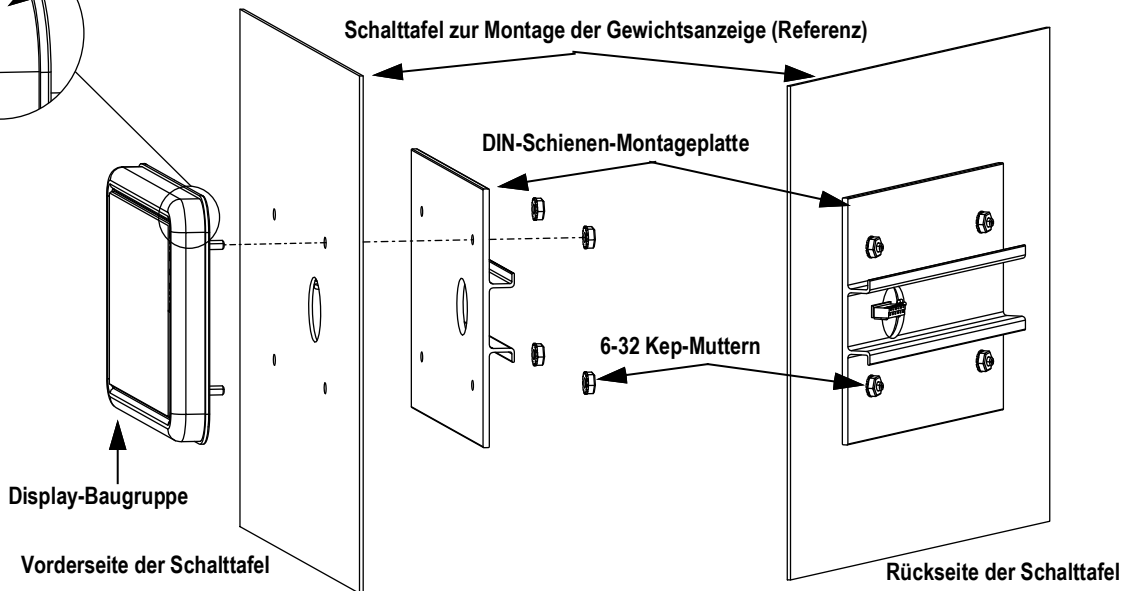

Abbildung 2-3. Montage der Display-Baugruppe
3. Die vier Kep-Muttern lösen und aufnehmen, mit denen die DIN-Schiene und das Display an der Platte befestigt sind (siehe Abbildung 2-3 auf Seite 20).